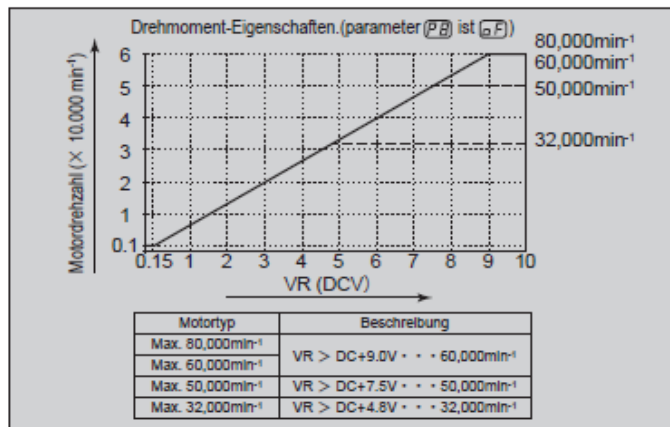
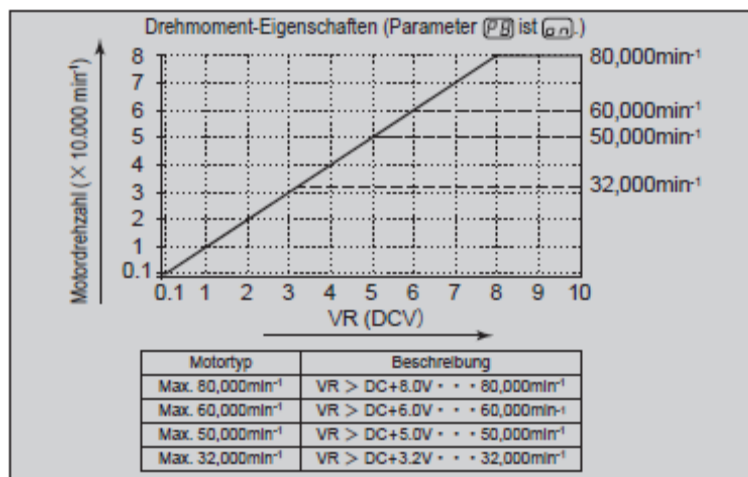

Abb. 42
Abb. 43
- Die Abb. 42 zeigt Merkmale des Motordrehzahl-Steuerspannungssignals und Drehzahl mit Parameter P8 ist "oF" gestellt. Abb. 43 zeigt Merkmal des Motordrehzahl-Steuerspannung-Signals und Drehzahl mit Parameter P8 "on" gestellt.